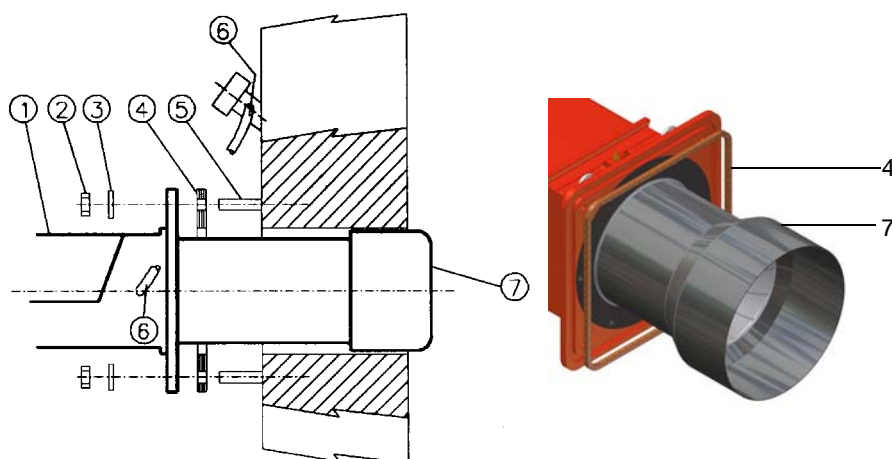

Fig. 4
- 2 avvitare i prigionieri (5) sul portellone della caldaia, secondo la dima di foratura descritta al par. "Dimensioni di ingombro";
- 8 fissarlo con i dadi ai prigionieri della caldaia secondo lo schema riportato in Fig. 4.